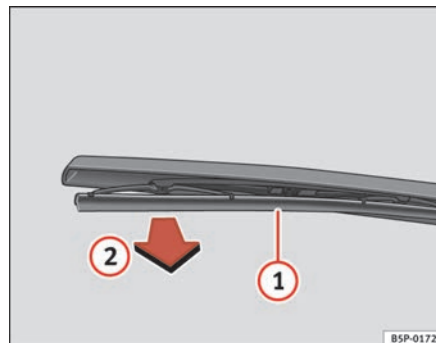

Fig. 169 Sostituzione della spazzola del tergilunotto
- Sollevare la racchetta del tergilunotto dal lunotto ⇒ fig. 169.
- Sbloccare la spazzola (1) e tirare (2) ⇒ fig. 169.